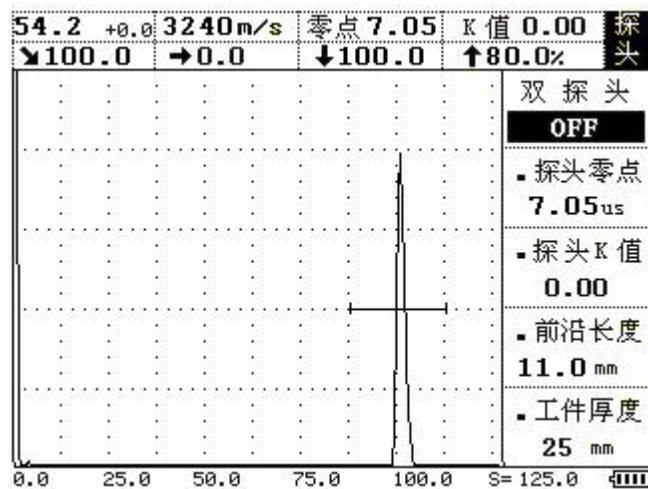

图 4-6
4、校准探头零点：将探头放在试块上并移动，使得 R100mm 的圆弧面的反射回波达到最高。在屏幕的左上角显示声程值，如这一数值不等于 100mm，按 **探头** 键进入探头菜单，再按 **▲**（上）或 **▼**（下）键调整到探头零点子菜单，再用 **◀**（左）或 **▶**（右）键调整，使数值等于 100mm。如图 4-6 所示此时探头零点校准完毕。